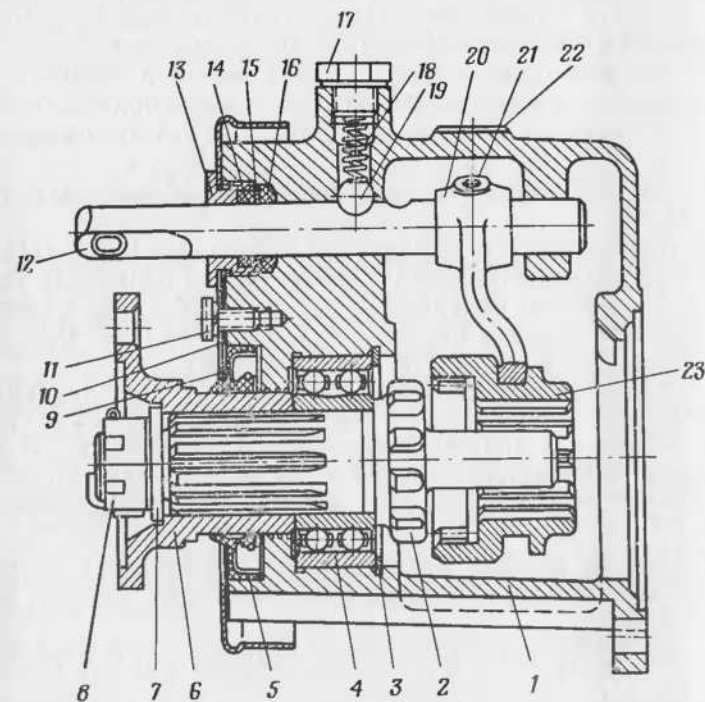

Рис. 25. Коробка отбора мощности на лебедку:
27. Расшплинтовать, отвернуть гайку 8 (рис. 25), снять шайбу 7 и фланец 6. Вывернуть винты 11 и снять кольцо 10 уплотнителя.
20. Установить сальник 16 (рис. 25), шайбу 15, уплотнительное кольцо 14 и завернуть гайку 13.